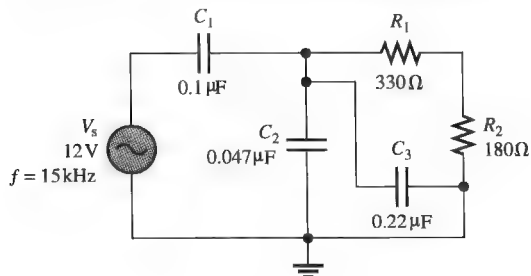

图 10-76
23. 图 10-76 中的电路是由五个元件组成的复杂电路, 根据三角关系可以证明, R_1 、 R_2 、 C_2 和 C_3 等效为一个 3.08Ω 电阻与一个 39.5Ω 电容电抗串联。根据给定信息, 求原始电路各元件两端的电压。
24. 试问图 10-76 中的电路是电阻性为主还是电容性为主?
25. 求图 10-76 中流过各支路的电流及总电流。